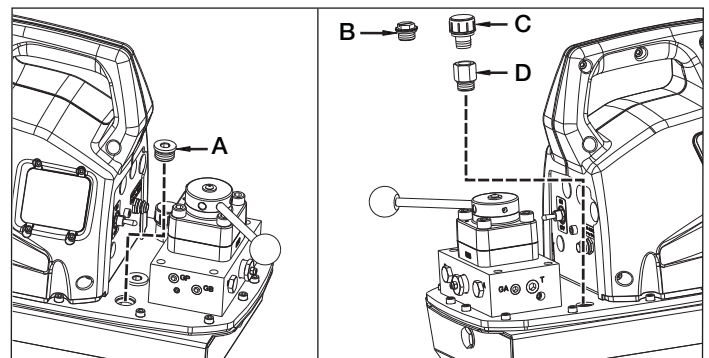
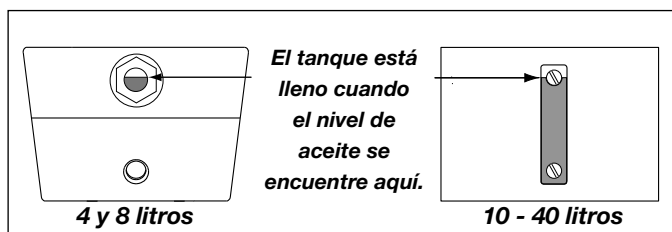

Figura 2 Tapón de llenado del aceite y conducto de aireación del depósito
Figura 4, Vidrio transparente
4.1 Tapón de llenado del aceite y conducto de aireación del depósito (véase la figura 2)
Compruebe el nivel de aceite de la bomba ante de arrancarla. Si el nivel de aceite es bajo, retire el tapón de llenado de aceite (A) de la cubierta protectora (véase la figura 2) y añada aceite según sea necesario. El depósito está lleno cuando el nivel de aceite se encuentra en la posición que se muestra en la figura 4.